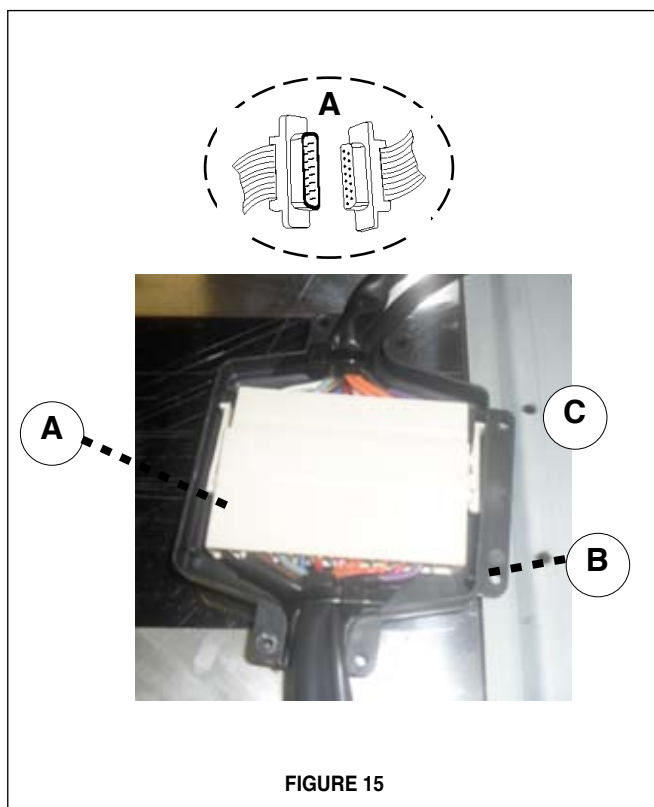

FIGURE 15
5. Connecter le CONNECTEUR DES COMMANDES (A de la FIGURE 15) Insérez le CONNECTEUR DES COMMANDES (A de la FIGURE 15) dans la BOÎTE DE CONNECTEUR en plastique noire (B de la FIGURE 15) en reliant les deux morceaux en plastique noirs à l'aide des quatre vis fournies. L'utilisation des deux plus longues vis a fourni, attache la BOÎTE DE CONNECTEUR assemblée à la BRIDE EN MÉTAL (C de la FIGURE 15).